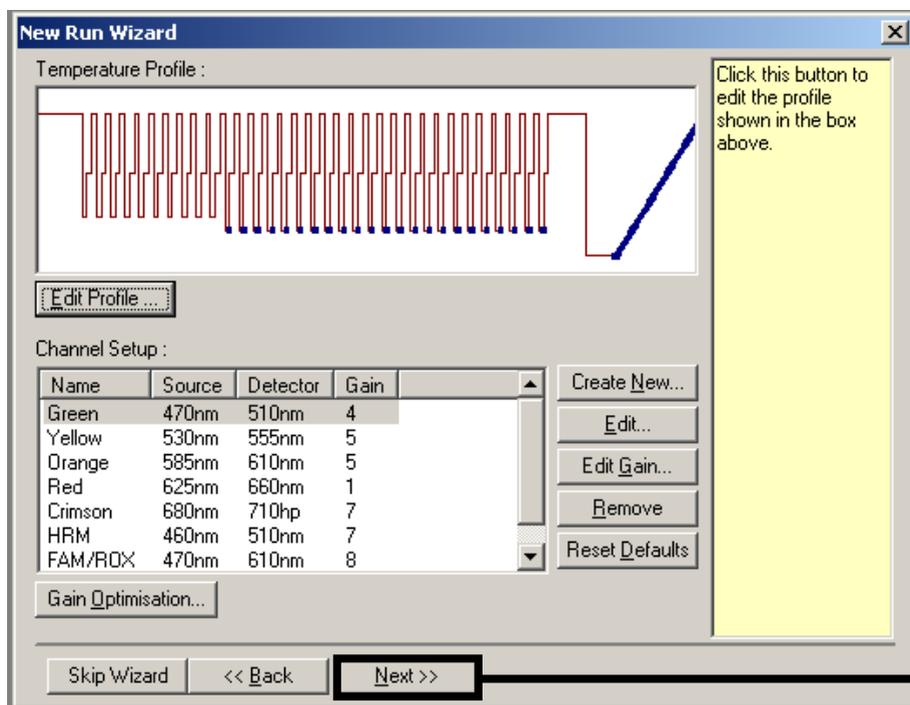
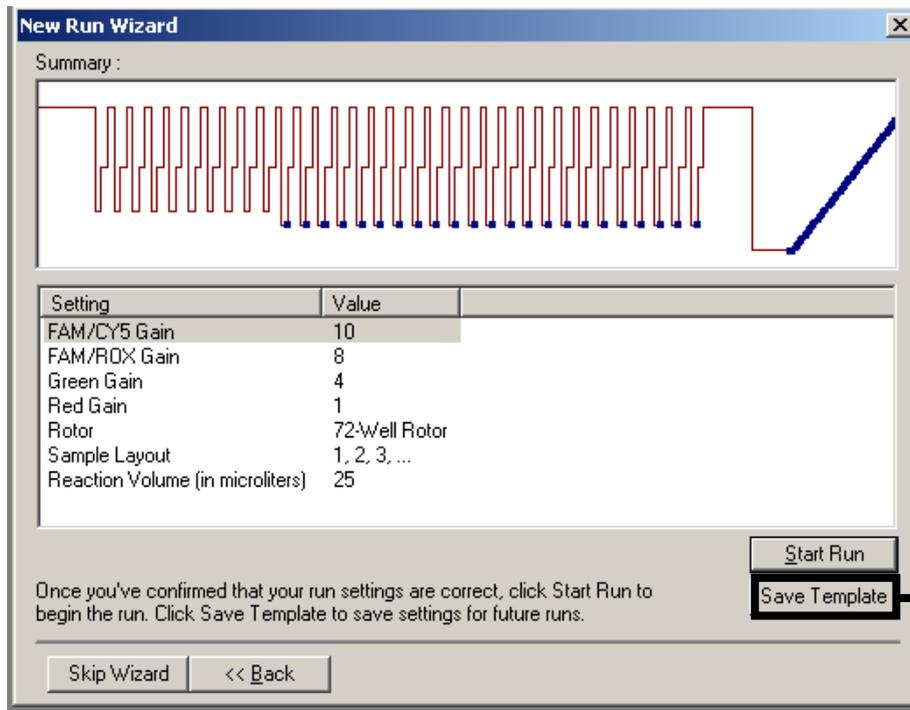

Figura 18. Riepilogo del profilo termico.
Figura 19. Salvataggio dello stampo per eventuali usi successivi.
Riepilogo e salvataggio dello stampo	_Figura 18, Figura 19_
12. Salvataggio dello stampo per eventuali usi successivi (Figura 19).